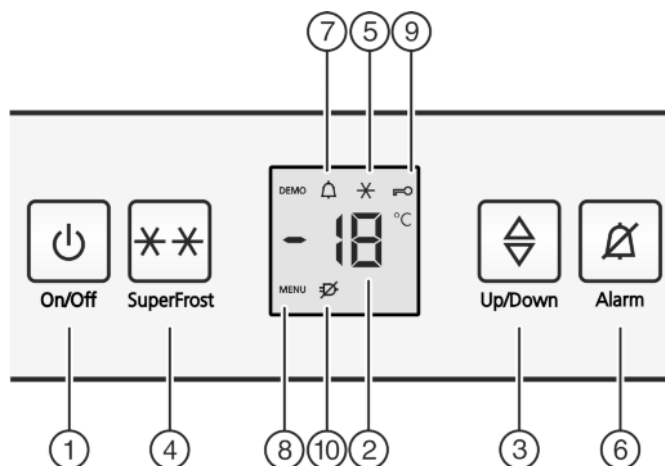

Fig. 2
- ▶ Нажать кнопку On/Off Fig. 2 (1).
- ▷ Устройство включено. Индикатор температуры и символ "Alarm" Fig. 2 (7) мигают, пока температура не станет достаточно низкой.
- ▶ Активация режима настройки: Нажмите кнопку SuperFrost Fig. 2 (4) и удерживайте ее прим. 5 секунд.
- ▷ На индикаторе будет отображаться символ «Меню» Fig. 2 (8).
- ▶ Для подтверждения нажать и отпустить кнопку «SuperFrost» Fig. 2 (4).
- ▷ На индикаторе горит символ «Защита от детей» Fig. 2 (9).
- ▷ Функция защиты от детей включена. Если необходимо выйти из режима настройки: ▶ нажмите и отпустите кнопку "On/Off" Fig. 2 (1).
- ▷ Символ «Защита от детей» Fig. 2 (9) гаснет.
- ▷ Функция защиты от детей выключена. Если необходимо выйти из режима настройки: ▶ нажмите и отпустите кнопку "On/Off" Fig. 2 (1).
- ▶ Нажмите кнопку Alarm Fig. 2 (6).
Одновременно мигает индикация температуры и символ тревоги Fig. 2 (7).
Звуковой сигнал выключается автоматически, символ аварийного сигнала Fig. 2 (7) выключается и индикатор температуры перестает мигать, если температура снова становится достаточно низкой.